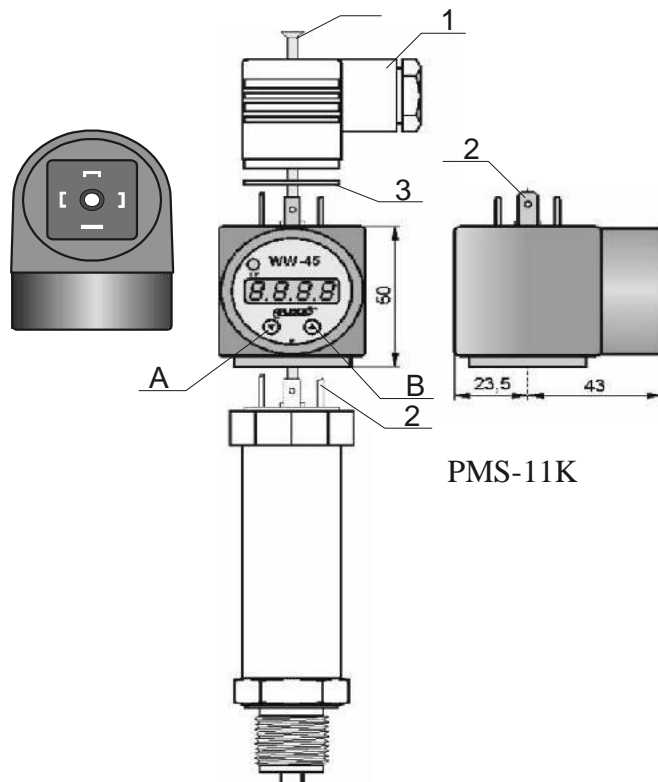

Рис. 2 Зовнішній вигляд індикатора PMS-11K
5.1. Призначення кнопок (рис. 2)